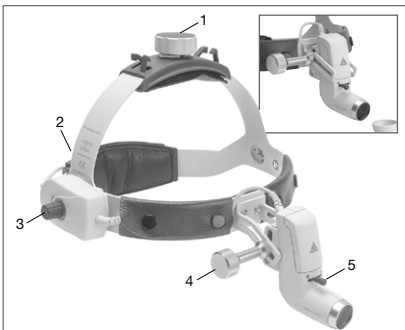

Fig. 2 Hodebånd Professional L (se høy fig.),
Justering av **hodebåndet Professional L** (se fig. 2): For å justere for hodestørrelse kan hodebåndet utvides eller strammes ved å vri strekkfiskene øverst (1) og bak. (2).
Velge synsvinkel og synsfelt (fig. 2)